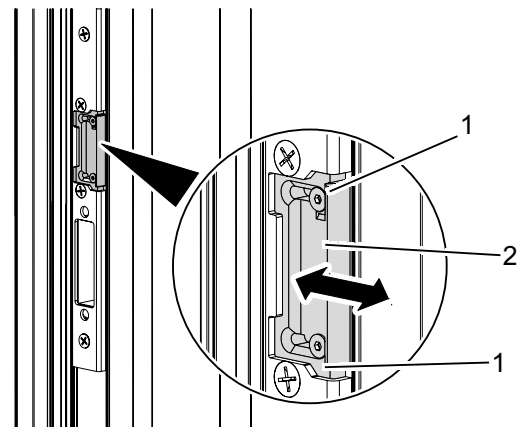

Abb. 38: Mittelschließblech einstellen
1. Schrauben (Abb. 38/1) leicht lösen.
2. Mittelschließblech (Abb. 38/2) in gewünschte Richtung verschieben.